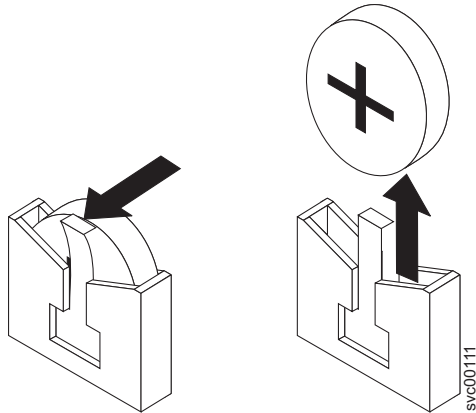

図 140. SAN ボリューム・コントローラー 2145-8F2 または SAN ボリューム・コントローラー 2145-8F4 CMOS バッテリー・ホルダー
- a. 1本の指で、バッテリーをハウジングに保護しているリテーナー・タブを (図 140 に示す) 引きます。